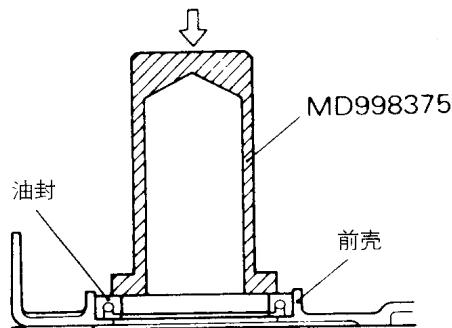

图 2-77 安装曲轴前油封
- (1) 如图 2-77 所示，安装曲轴前油封时，用专用工具将曲轴前油封装入前壳。